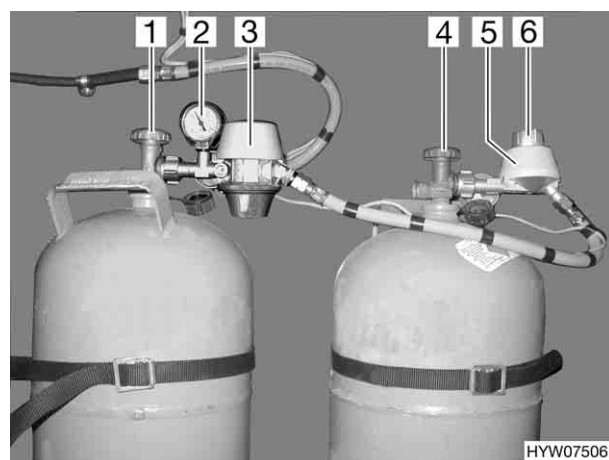
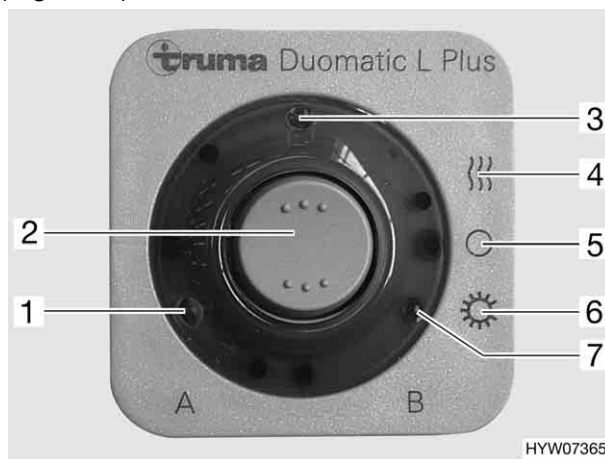

Fig. 62 Impianto di commutazione Duomatic
Fig. 63 Visualizzatore a distanza
L'impianto di commutazione Duomatic è costituito da un regolatore centrale (Fig. 62,3) e da un regolatore di commutazione (Fig. 62,5). Con la manopola (Fig. 62,6) sul regolatore di commutazione è possibile stabilire, quale delle bombole del gas viene utilizzata come bombola in uso e quale bombola del gas viene utilizzata come bombola di riserva. Entrambi i regolatori sono dotati di un rivelatore di pressione e dell'impianto antighiaccio Eis-Ex.
Il manometro (Fig. 62,2) sul regolatore centrale indica la pressione nella bombola del gas, non il livello della bombola del gas. Con il manometro è possibile verificare la tenuta della bombola del gas. L'elemento di regolazione (Fig. 63) regola solo le funzioni elettriche. Le valvole principali di arresto delle bombole del gas (Fig. 62,1 e 4) devono essere aperti manualmente.
- Aprire le valvole principali di arresto delle bombole del gas (Fig. 62,1 e 4).
- Con la manopola (Fig. 62,6) sul regolatore di commutazione (Fig. 62,5) selezionare la bombola del gas, da cui proviene la principale alimentazione del gas (bombola in uso). Girare la manopola fino all'arresto.
Quando la manopola si trova sul settore rosso l'alimentazione del gas proviene principalmente dalla bombola del gas con il regolatore centrale (Fig. 62,3).
Quando la manopola si trova sul settore verde l'alimentazione del gas proviene principalmente dalla bombola del gas con il regolatore di commutazione (Fig. 62,5).
- Selezionare la modalità di funzionamento sul visualizzatore a distanza (Fig. 63) e inserire l'impianto di commutazione Duomatic. Ora entrambi i regolatori di pressione del gas sono disaerati.
Con il visualizzatore a distanza (Fig. 63) è possibile selezionare la modalità di funzionamento. Inoltre il visualizzatore a distanza segnala, all'interno del veicolo, quale bombola del gas è vuota.
Impostare la modalità di funzionamento tramite l'interruttore a bilico (Fig. 63,2). Durante il funzionamento si accende l'indicazione di funzionamento (Fig. 63,3).
- Funzionamento invernale "On e riscaldamento" (Fig. 63,4)
- Spento (Fig. 63,5)
- Funzionamento estivo "On" (Fig. 63,6)
- Luce spia "A" (Fig. 63,1): bombola del gas sul regolatore centrale
- Luce spia "B" (Fig. 63,7): bombola del gas sul regolatore di commutazione